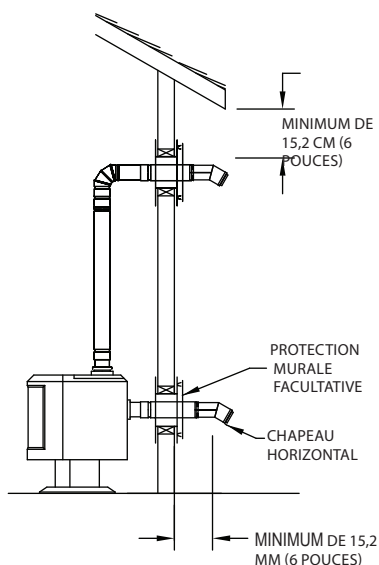

Figure 6
5. Si vous souhaitez faire une installation horizontale à travers le mur et que la sortie du conduit de fumée est à l'arrière du poêle (**Figure 6**) :
B. Raccorder un adaptateur de tuyau à l'arrière du poêle et fixer suffisamment de tuyau pour passer dans la bague murale et se prolonger d'au moins 15cm (6 po) au delà du mur extérieur. Vous pouvez installer une plaque de protection facultative comme illustré à la **Figure 6**.